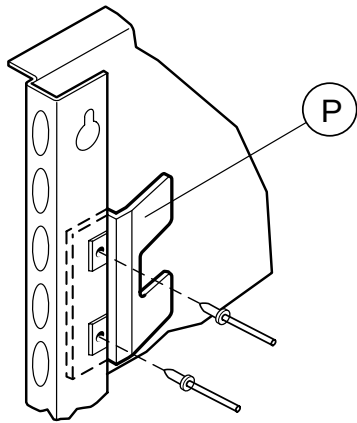

Fig. 5
- Per i modelli 10GN2/1, in corrispondenza dei 2 fori Ø 5mm posti sul profilo anteriore del diffusore destro, fissare la squadretta di protezione spillone "P" (fig.5), tramite i rivetti in dotazione.
- For 10GN2/1 models, in correspondence to the two holes $\varnothing 5$ drilled on the front profile of the right diffuser panel, fix the meat probe protection bracket "P" (fig.5) by means of the rivets supplied.
• Pour les modèles 10GN2/1, fixer au niveau des deux trous Ø 5 situés sur le profil avant du panneau diffuseur droit, l'équerre de protection de la sonde "P" (fig.5) à l'aide des rivets fournis.